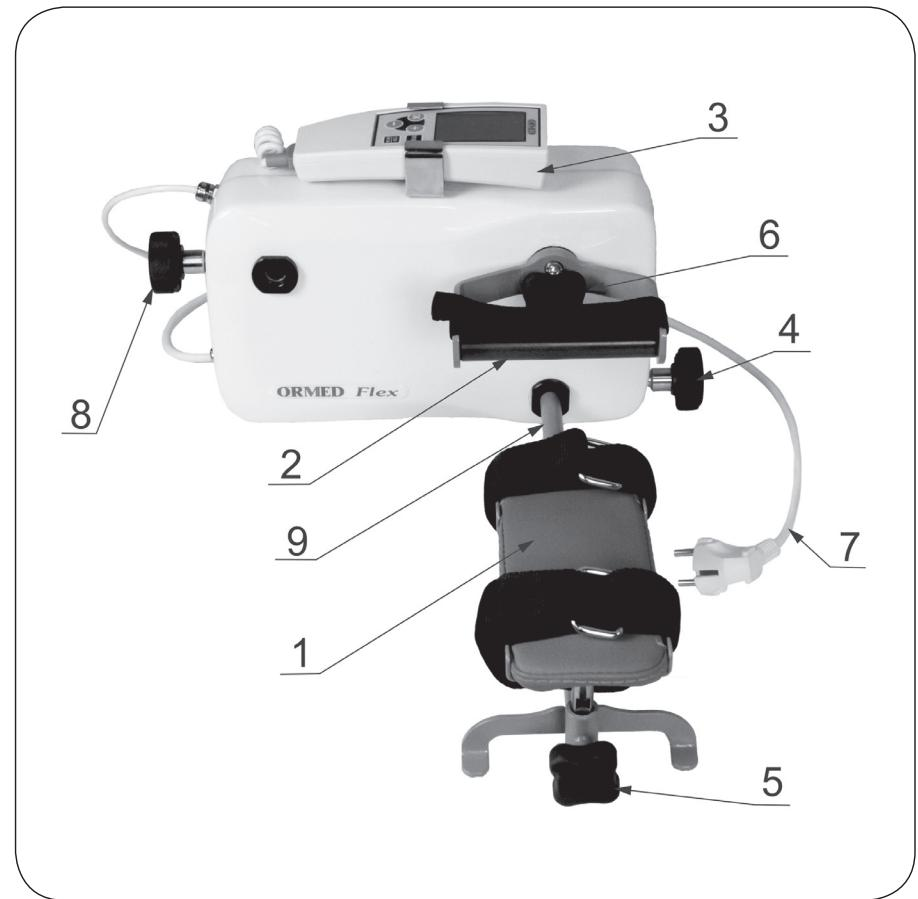
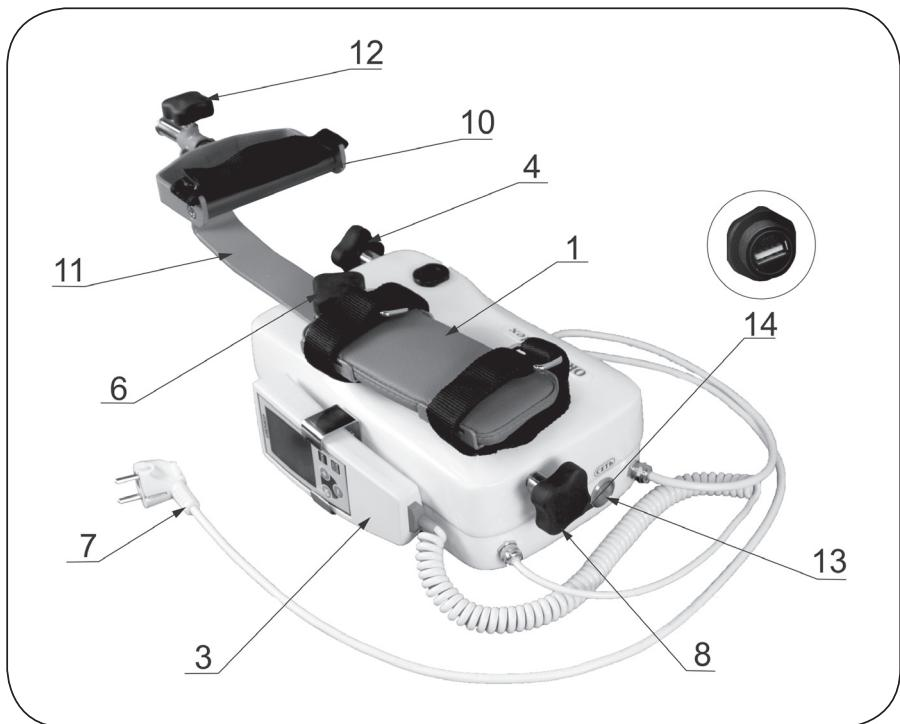

Рисунок 4.1 – Основные функциональные элементы Аппарата
Рисунок 4.2 – Основные функциональные элементы Аппарата в положении для сгибания/разгибания и девиации.
4.2. Основные функциональные элементы Аппарата (см. рис.4.1, рис. 4.2):
Аппарат в положении для пронации/супинации включает (см. рис. 4.1): 1. Лоток предплечья. 2. Ручка пронации/супинации. 3. Пульт управления. 4. Фиксатор для стойки пронации/супинации. 5. Фиксатор высоты лотка предплечья для пронации/супинации. 6. Фиксатор для ручки пронации/супинации и для водила сгибания/разгибания и девиации. 7. Сетевой кабель. 8. Фиксатор высоты лотка предплечья для сгибания/разгибания и девиации. 9. Стойка для пронации/супинации.
Аппарат в положении для сгибания/разгибания и девиации включает (см. рис. 4.2):